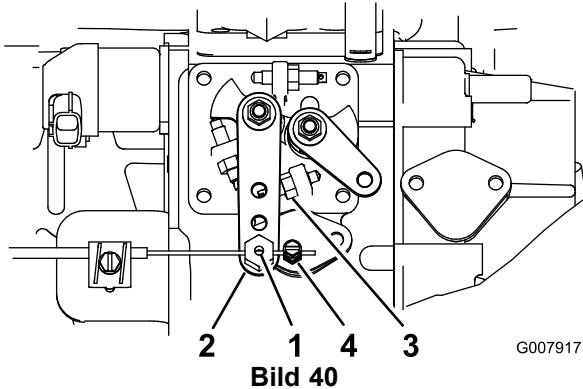

Bild 40
2. Lockern Sie den Anschluss des Bowdenzugs neben dem Hebel der Einspritzpumpe (Bild 40).
3. Halten Sie den Hebelarm der Einspritzpumpe gegen den Anschlag für den hohen Leerlauf (Bild 40).